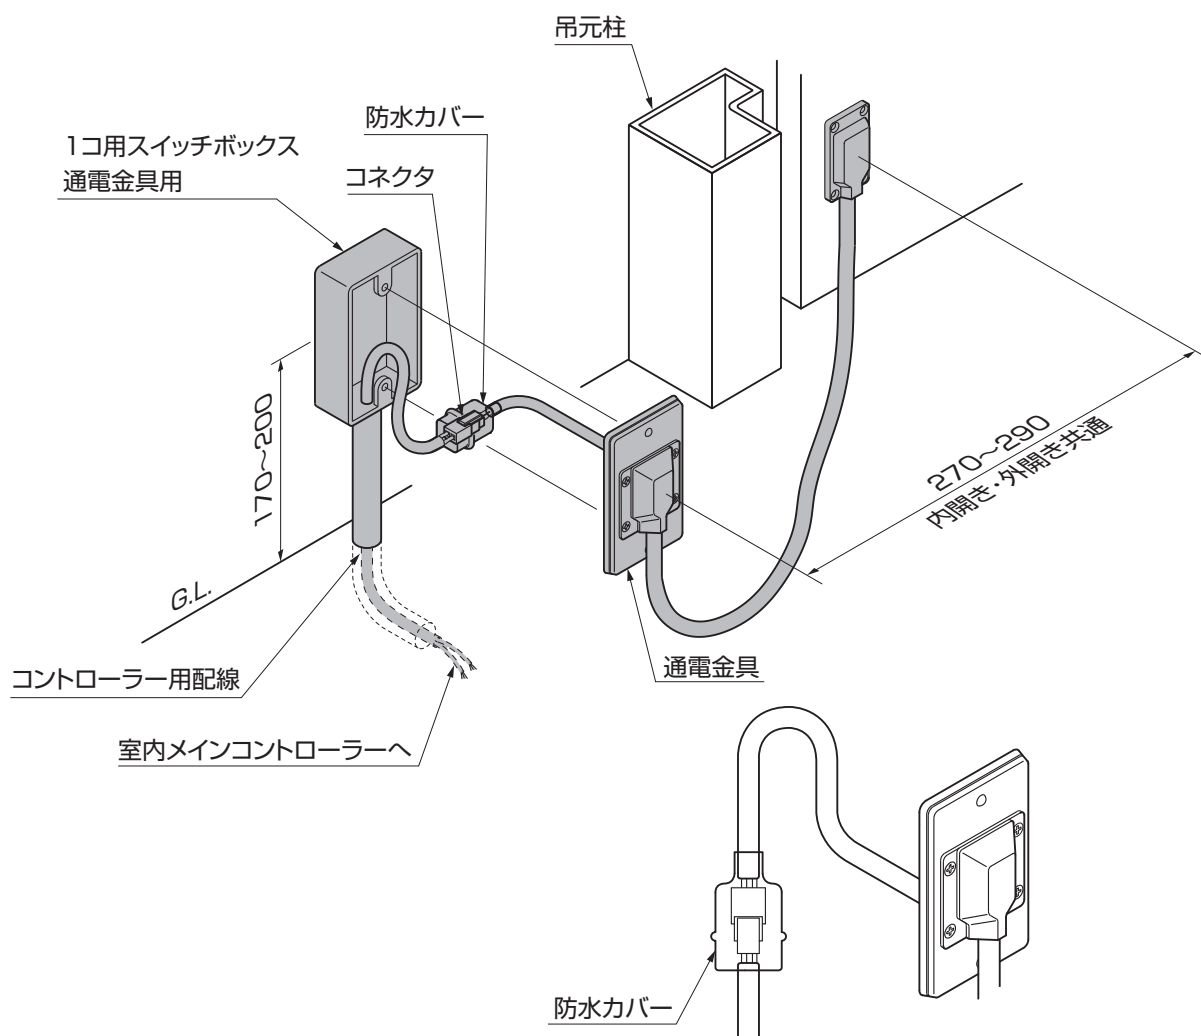

図1-2
- 通電金具側のコネクタに取付いている防水カバーが必ず上側になるようにスイッチボックス内に納めてください。(図1-2参照)